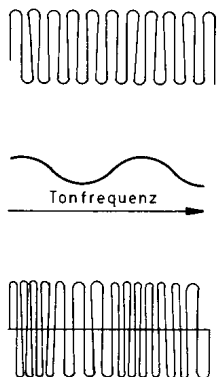

bild 172
Sändare i UKV-området använder emellertid inte amplitudmodulation, utan **frekvensmodulation (FM)**. Vid detta förfarande ändrar inte LF-signalen amplituden, utan i takt med talet eller musiken ändras bärvågens frekvens (fig 172). Vid demodulation av denna HF-signal måste man använda sig av speciella likriktarkopplingar i vilka man gör bruk av frekvensberoende motstånd. I det enklaste fallet kan det vara en spole vars reaktans ändras med frekvensen. På grund av reaktansförändringarna ändras också spänningsfallet över spolen, så att det blir större eller mindre. Dessa spänningsförändringar kan sedan förstärkas. Hursomhelst, vid detta förfarande blir inte mottagningskvalitén särskilt god, och inte heller den förstärkta signalen.